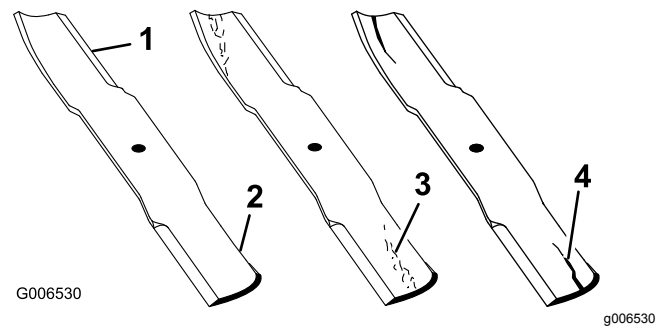

Figura 62
2. Inspeccione los filos de corte (Figura 62).
4. Inspeccione las cuchillas, especialmente la parte curva (Figura 62).
5. Si observa daños, desgaste o la formación de una ranura en esta zona (Figura 62), instale inmediatamente una cuchilla nueva.